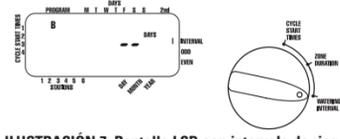

ILUSTRACIÓN 7: Pantalla LCD con intervalo de riego
- Coloque el selector giratorio en **WATERING INTERVAL (INTERVALO DE RIEGO)**. El cursor parpadeará a la izquierda de la palabra **INTERVAL** [Vea la ilustración 7].